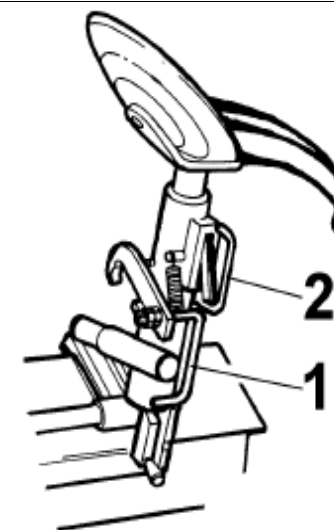

Рис.12
**6.** Для подъёма монтажного рычага, отпустите фиксатор (#1 Рис. 12) и возьмите рукоятку (#2 Рис.12). Рычаг уравновешен пружинным механизмом и поэтому требует минимального усилия. При фиксации рычага в рабочем положении убедитесь что вы приложили должное усилие и достигли надёжной фиксации.